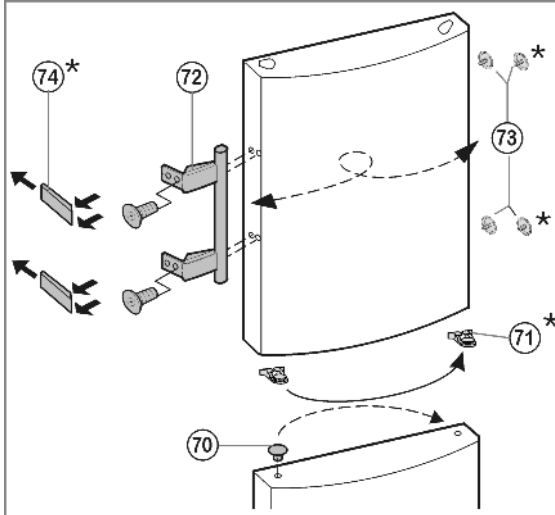

Fig. 10
- ▶ На нижней дверце: Извлеките пробку *Fig. 10 (70)* из опорной втулки дверцы и переставьте.
- ▶ На обеих дверцах: Снимите и переставьте на противоположную сторону дверную ручку *Fig. 10 (72)*, пробку *Fig. 10 (73)* и прижимные пластины* *Fig. 10 (74)*.